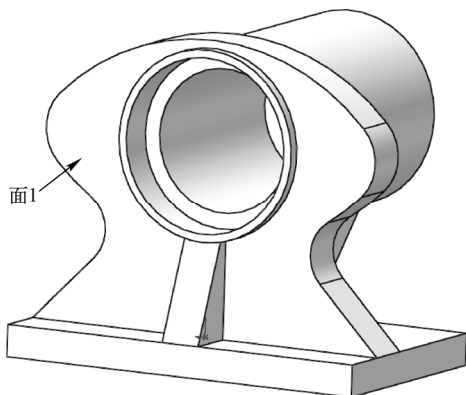

图 13-126 旋转切除实体 1
**03** 创建内孔。选择菜单栏中的“插入”→“切除”→“旋转”命令，或者单击“特征”工具栏中的“旋转切除”按钮，此时系统弹出“切除-旋转”属性管理器。在属性管理器中单击“旋转轴”栏，然后单击拾取草图中心线；选择“给定深度”，输入旋转角度 360.00 度，然后单击属性管理器中的“确定”按钮，结果如图 13-126 所示。
**04** 设置基准面。选择图 13-126 中的面 1 为基准面，然后单击“标准视图”工具栏中的“正视于”按钮，将该表面作为绘制图形的基准面，新建草图。